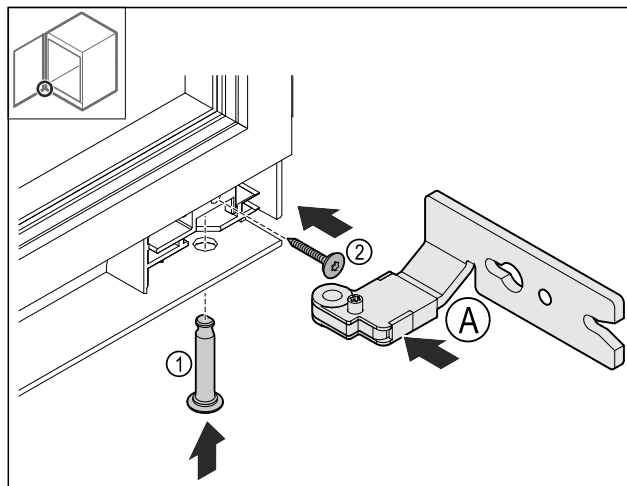

Fig. 23
- Aseta alempi sarana Fig. 23 (A).
- Liitä pultti Fig. 23 (1) ja pidä sitä paikallaan.
- Kierrä ruuvi Fig. 23 (2) kiinni.